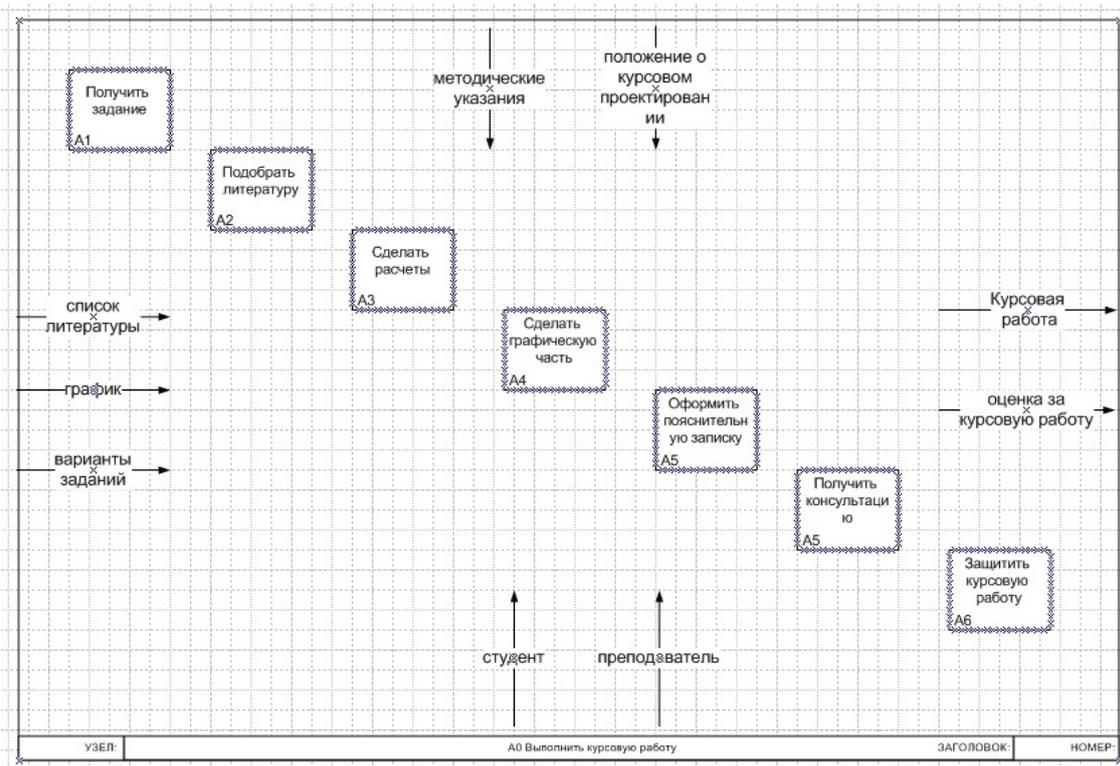

Рисунок 8 – Диаграмма декомпозиции
- Итог выполнения вышеописанных шагов представлен на рис. 8